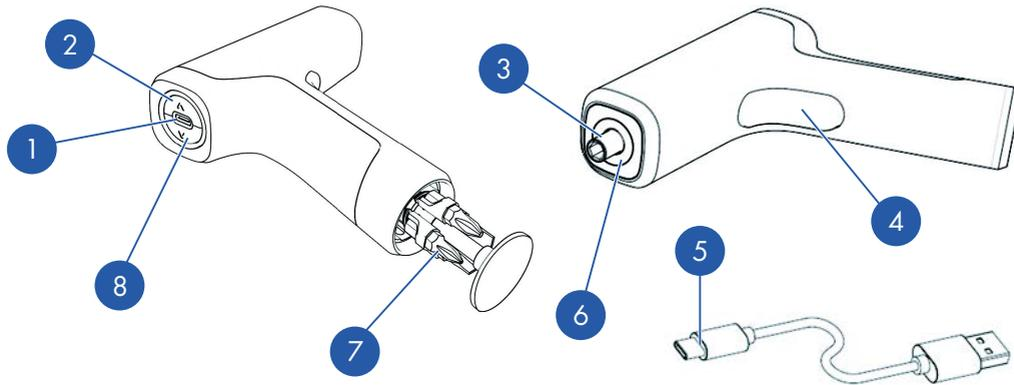
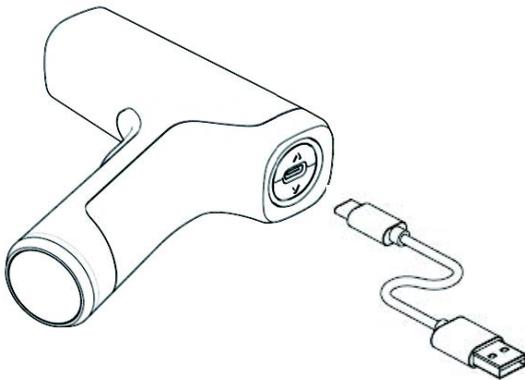

Abb. 1: Übersicht
Abb. 3: USB-Ladekabel
1. Zum Einsetzen drücken Sie das Bit oder die Bitverlängerung bis zum Erreichen der vorgesehenen Position direkt in das Sechskant-Spannfutter (Abb. 1/3).
1. Stecken Sie den Stecker des USB-Ladekabels (Abb. 1/ **5**) in die USB-Ladebuchse (Abb. 1/ **1**) und überzeugen Sie sich vom ordnungsgemäßen Sitz des Steckers (Abb. 3).
LED (Rückseite) (Abb. 1/8):
- › An der Stirnseite des Werkzeugs befinden sich ringförmig angeordnete LEDs (Abb. 1/⑥), die durch Drücken des Hauptschalters ein- und ausgeschaltet werden können.
Das Werkzeug startet nicht/ist nicht betriebsbereit	Prüfen Sie den Ladezustand des Akkus und laden Sie das Werkzeug unter Verwendung des USB-Ladekabels (Abb. 1/5). Schließen Sie es dazu an eine Ladebuchse des TYP5 C an (Abb. 1/1).
Die Kraft des Werkzeugs reicht zum Festziehen der Schraube nicht aus	Prüfen Sie die Drehmomenteinstellung (Abb. 1/2). Prüfen Sie den Ladezustand des Akkus; sofern er niedrig ist, laden Sie den Akku.
Das Werkzeug arbeitet in der falschen Richtung	Ändern Sie durch Drücken der Rechtslauf- bzw. Linkslauftaste die Drehrichtung (Abb. 1/2, 8).